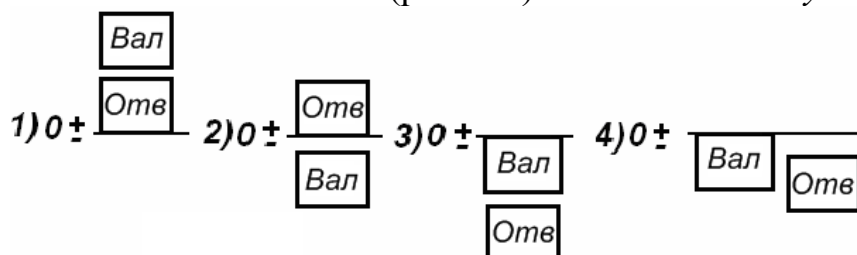

Рис. 1.6. Ескізи до запитання 45
44. На якій із наведених схем (рис. 1.6) показано посадку з зазором?